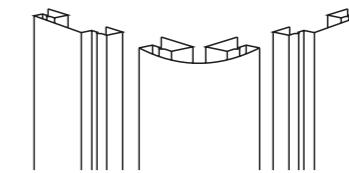

Рис. 4
**Примечание:** для обрамления наружных углов можно использовать прямой угол или радиусную планку с широкой наборной планкой (наличником) из декоративной системы GL ЯФАСАД (рис. 4).
▷ Вставьте наборные планки в радиусные планки, закрепите их (рис. 4).